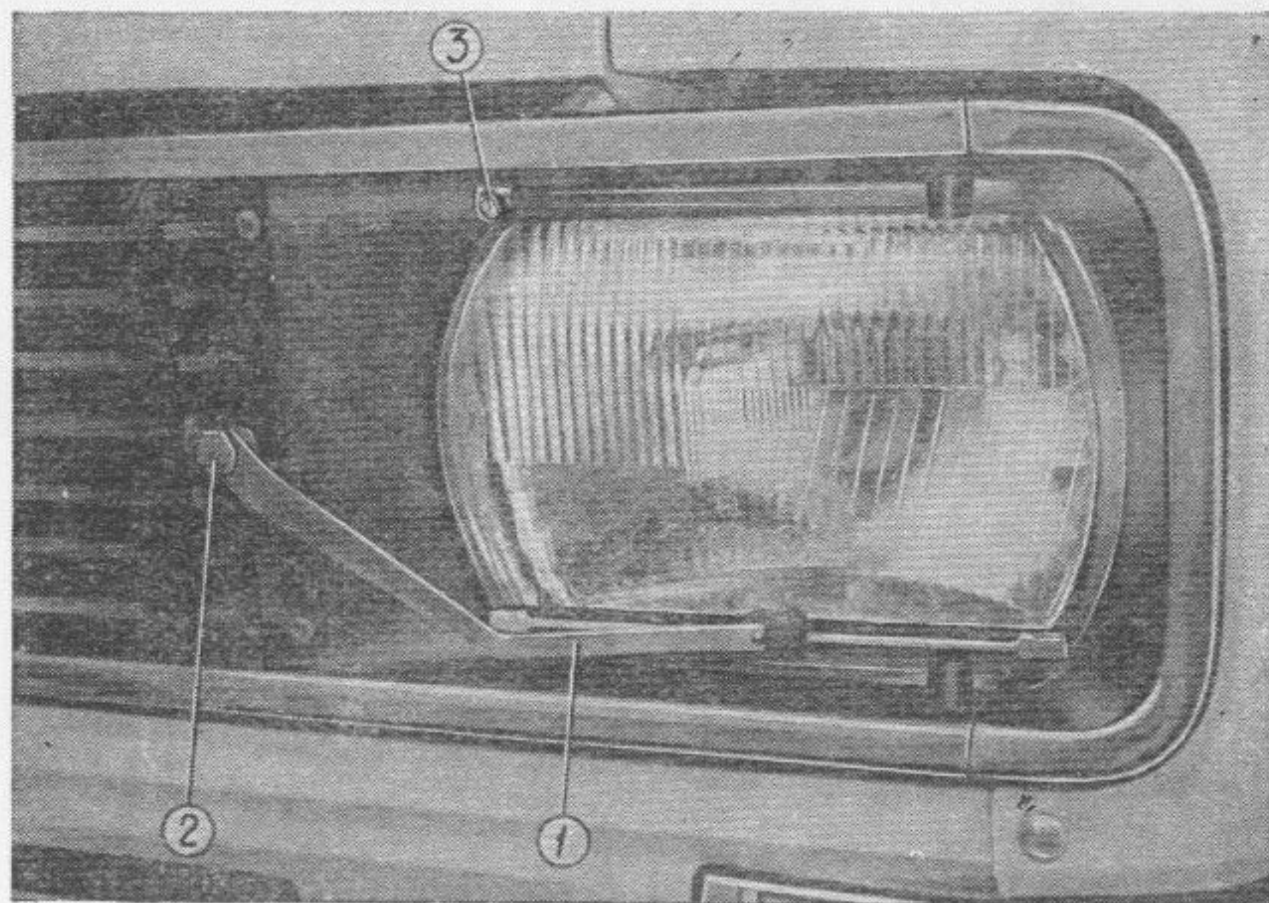

Bild 93. Streuscheibenwischer der Scheinwerfer :
1. Mutter 2 (Bild 93) für Befestigung des Arms des Scheibenwischers der Streuscheibenscheinwerfer losdrehen.